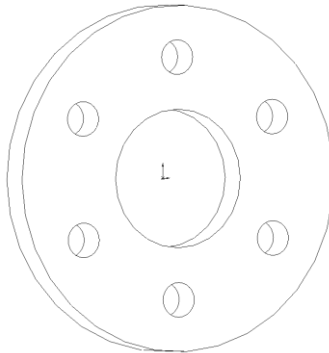

Рисунок 4.3. – Круговий масив отворів
- вийти з режиму побудови ескізу, вирізати отвори. (Рис. 4.3);